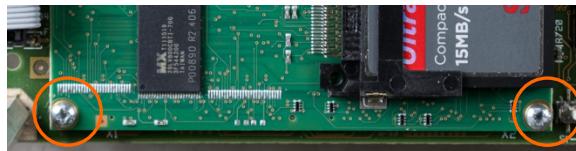

Figure 4-56 : Vis de fixation de la carte ETX
2. Enlevez les deux autres vis fixant la carte ETC (voir la Figure 4-56).
3. En prenant toutes les précautions nécessaires pour éviter des décharges électrostatiques, dégagez la carte ETX de ses connecteurs en commençant par l'extrémité CF indiquée sur la Figure 4-56.